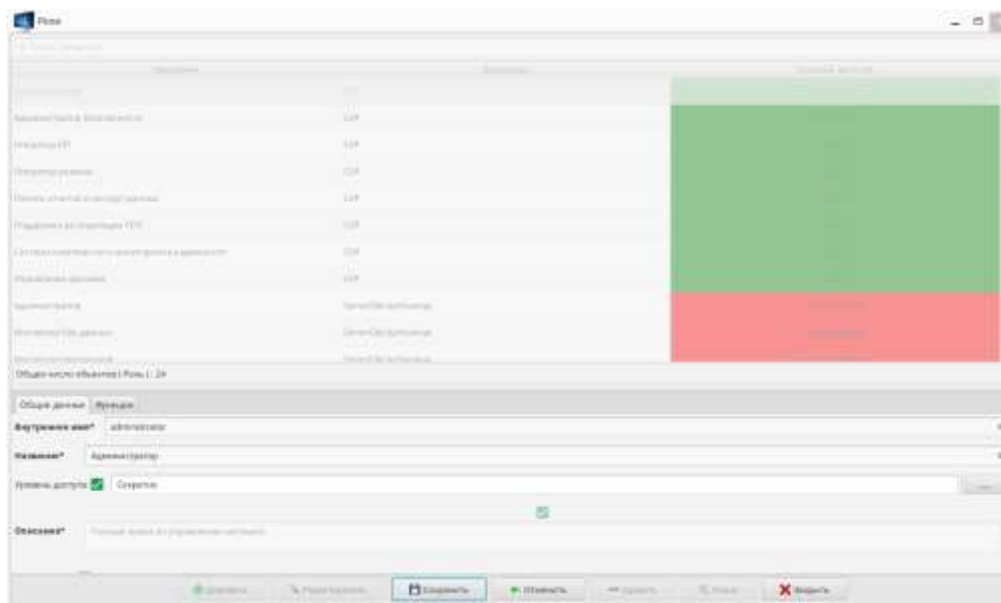

Рис. 38
1) в окне «Роль» выбрать наименование роли из списка и нажать на кнопку «Редактировать» для перевода окна в режим редактирования (Рис. 38);